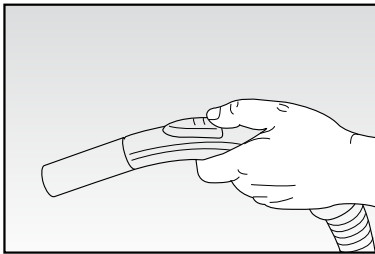

Fig. 5
La válvula del aire secundaria (R) se encuentra en el mango y se utiliza para regular la fuerza de aspiración (FIG. 5).